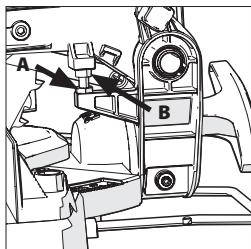

Abb. 12A + 12B
- Lösen Sie die Kontermutter an der Anschlagsschraube für die Abwärtsbewegung. **(Abb. 12A)**